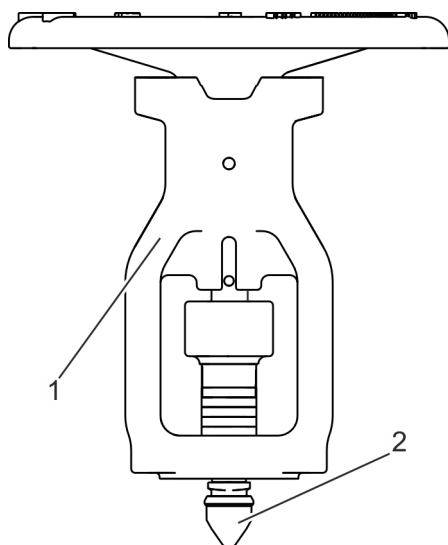

Fig. 43: Quitar el bonete
- 14.▶ Quite del cuerpo de la válvula el bonete (Fig. 43/1) con el prensaestopas y el husillo montados en él.
- 15.▶ Desenrosque el husillo (Fig. 43/2) del casquillo roscado del volante.